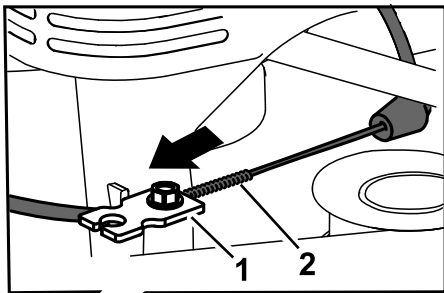

Figure 42
6. Tirez sur la gaine du câble jusqu'à ce qu'il n'y ait plus de mou (Figure 42).